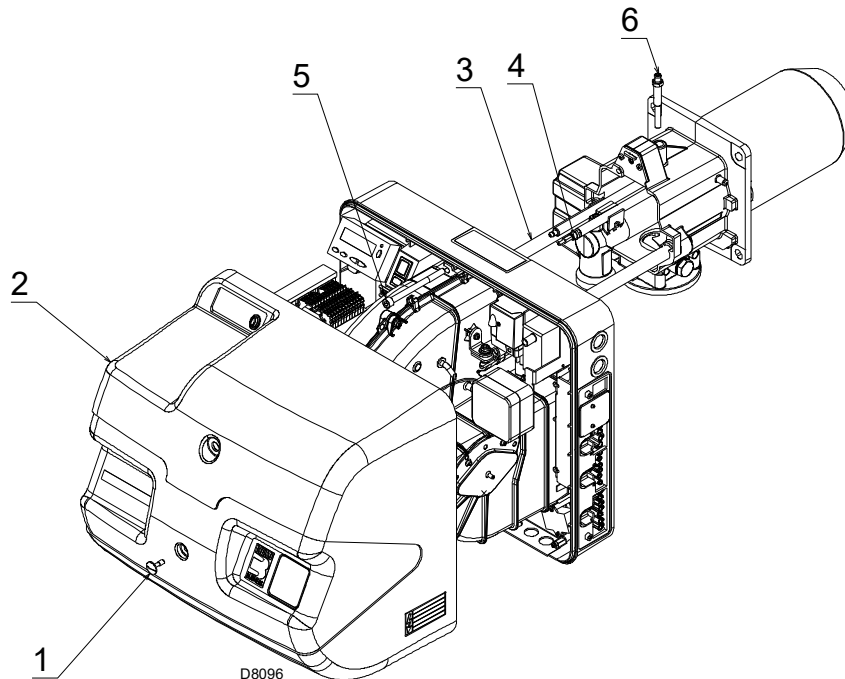

Fig. 36
- Desserrer la vis 1)(Fig. 36) et déposer le capot 2).
- Déposer la vis 5)(Fig. 36) et reculer le brûleur sur les glissières 3) sur environ 100 mm.
- Visser la vis 5)(Fig. 36) et tirer délicatement vers l'extérieur les câbles de la sonde et de l'électrode, jusqu'à les mettre légèrement en tension.